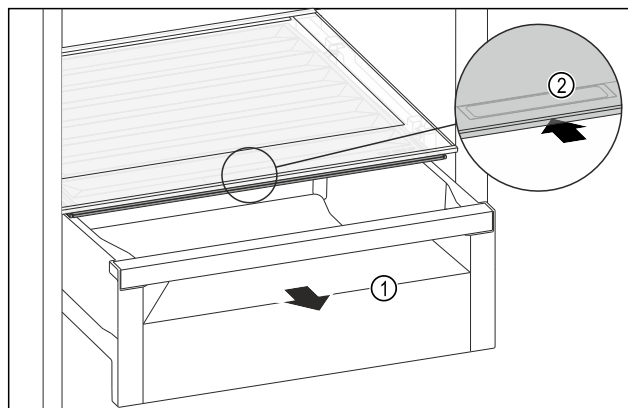

Fig. 162
- Извлеките выдвижной ящик Fig. 162 (1).
- Возьмитесь за утопленную ручку Fig. 162 (2) на крышке отделения и одновременно введите крышку отделения назад.